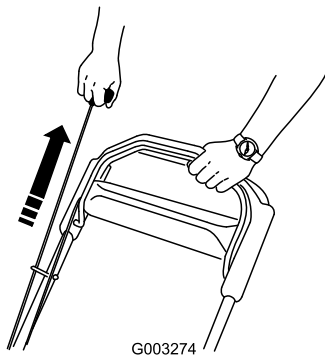

Figure 15
- Tirez sur la poignée du lanceur (Figure 15).